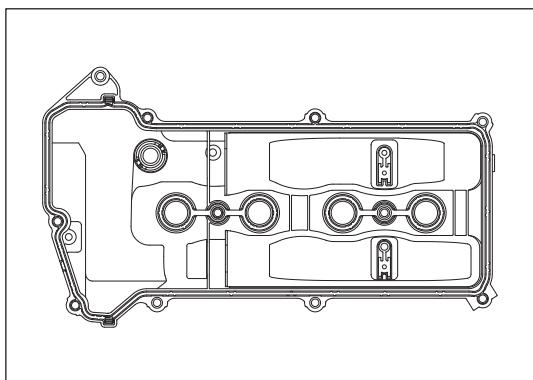

Рис. 12-2-5. Проверка крышки головки блока цилиндров
- Проверить прокладку на наличие повреждений; если имеются повреждения, заменить ее, как изображено на рис. 12-2-5.